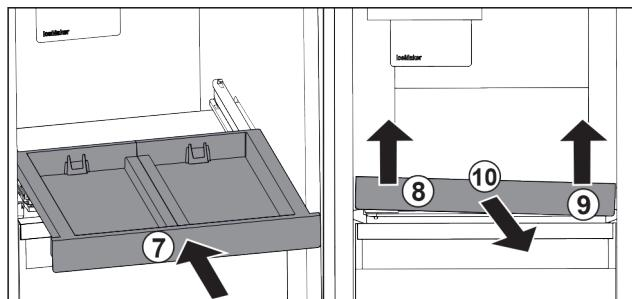

Fig. 82
- Vstavite izvlečno polico. Fig. 82 (7)
- Izvlečno polico dvignite naprej levo. Fig. 82 (8)
- Izvlečno polico dvignite naprej desno. Fig. 82 (9)
- Izvlečno polico odstranite v smeri naprej. Fig. 82 (10)